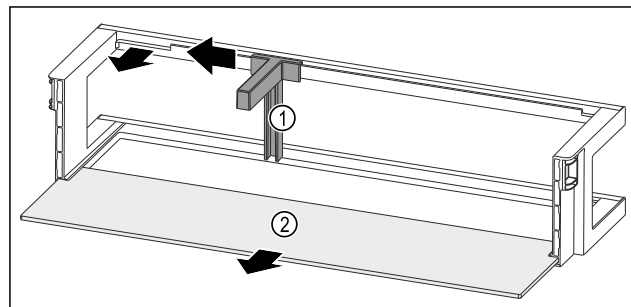

Fig. 97 Dørhylde med flaskeholder og hylde
- ▶ Skub flaskeholderen Fig. 97 (1) til siden indtil udsparringen.
- ▶ Tag flaskeholderen Fig. 97 (1) ud.
- ▶ Tag hylden Fig. 97 (2) ud.